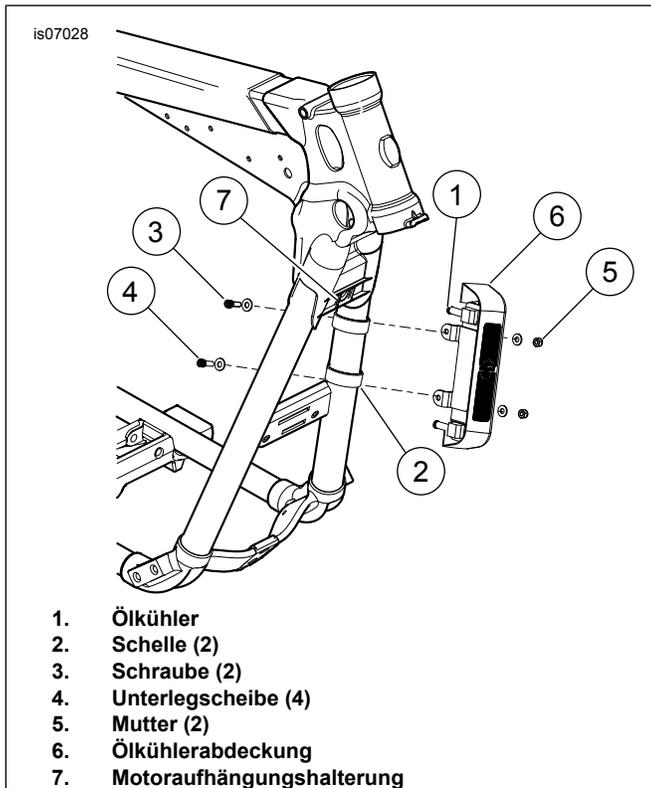

Abbildung 2. Ölkühlerbaugruppe befestigen
1. Siehe Abbildung 2. Zwei Schellen (2), zwei Innensechskantschrauben (3), vier Unterlegscheiben (4) und zwei Muttern (5) aus dem Satz entnehmen. Ölkühler (1) am linken Rahmenrohr installieren. Schellen mit der flachen Seite nach außen ausrichten. Die obere Halterung höchstens 31,8 mm (1.25 in) von der Unterseite der Motoraufhängungshalterung (7) entfernt positionieren. Die Schrauben auf folgendes Drehmoment anziehen: 10,2–13,5 N·m (96–120 in-lbs).